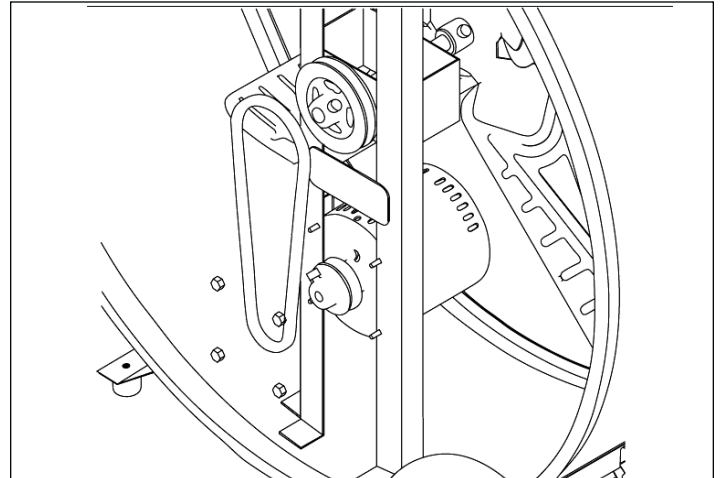

figura 3: Ajustar la banda
3. Quite la banda para reemplazarla, o ajuste el motor para apretar la banda (figura 3).